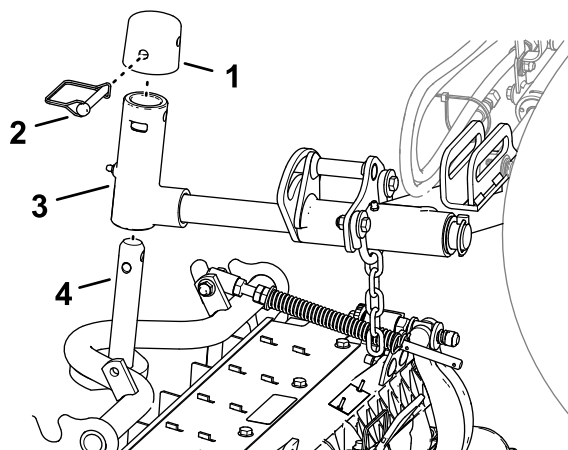

Bild 22
1. Schieben Sie ein Mähwerk unter den Hubarm (Bild 22).